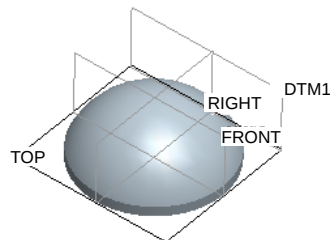

图 6.8.4 DTM1 基准平面
Step3. 创建图 6.8.4 所示的基准平面——DTM1。选择下拉菜单插入(I) → 模型基准(B) → 平面(P)...命令；系统弹出“基准平面”对话框，选取 FRONT 基准平面为参照，定义约束类型为偏移，在平移文本框中输入 35.0，单击“基准平面”对话框中的确定按钮。